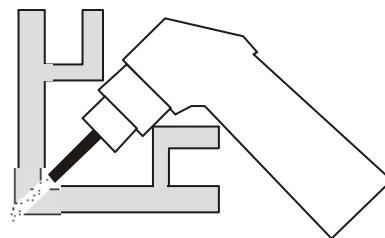

Abb. 5
5. Wenn man den Schnitt in einem Winkel bzw. einer Ecke führt (siehe Abb. 5), empfehlen wir die verlängerte Elektrode und Düse zu verwenden. Es ist jedoch erforderlich mit einer geringeren Schneidleistung gegenüber der kurzen Ausführung zu rechnen.